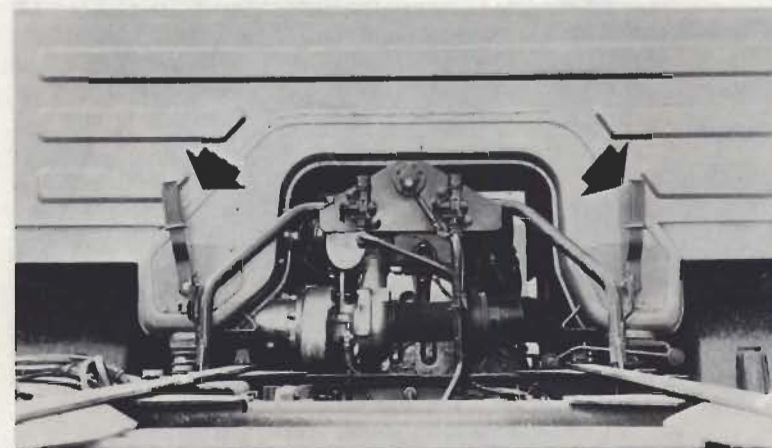
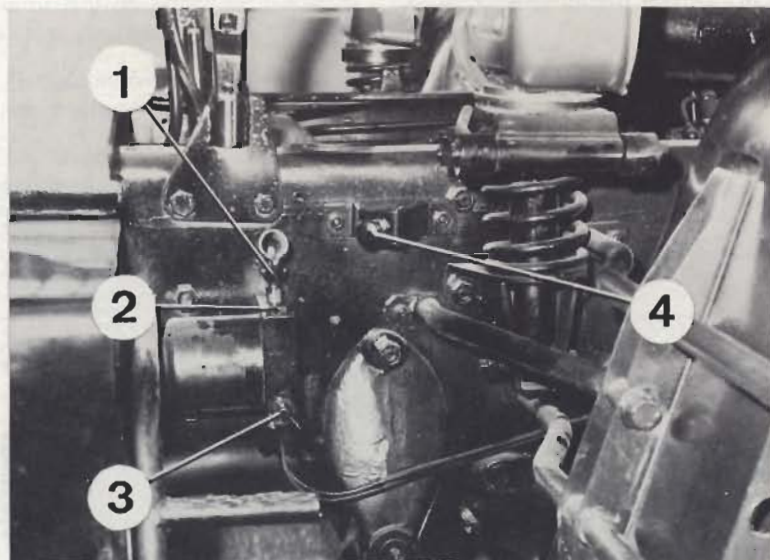

Fig. 13.5. — Palancas de anclaje de la cabina.
Fig. 13.6. — Bomba hidráulica elevación cabina y paro-motor
5. Desenclavar el anclaje posterior de la cabina (ver fig. 13.5).
Una vez realizadas estas operaciones, la cabina quedará en posición de ser abatida. Para ello se accionará la bomba hidráulica (ver fig. 13.6), valiéndose de la palanca que dispone el vehículo para esta maniobra, teniendo en cuenta que para subir o bajar la cabina debe girarse el grifo de la bomba (3 fig. 13.5) en el sentido que indican los rótulos punzonados en el cuerpo de la bomba.